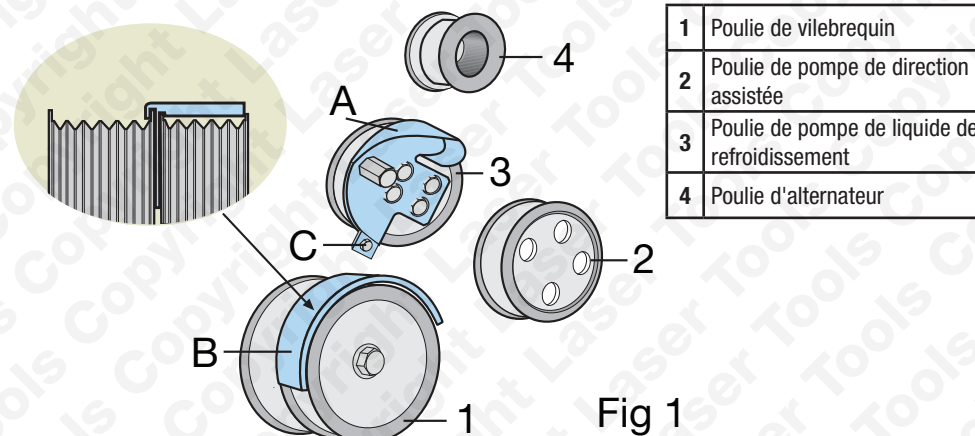

Fig 1
3. Se reporter à la fig. 1 : Placer l'outil d'installation (A) par-dessus la poulie de la pompe de liquide de refroidissement (3). Le support de fixation (C) se place derrière la poulie de la pompe de liquide de refroidissement avant d'être serré.
4. Placer l'outil de guidage de la courroie de transmission (B) par-dessus la poulie de vilebrequin (1) et faire tourner de façon à ce que le centre supérieur de l'outil de guidage soit en position « midi ». (Se reporter à la fig. 1.)